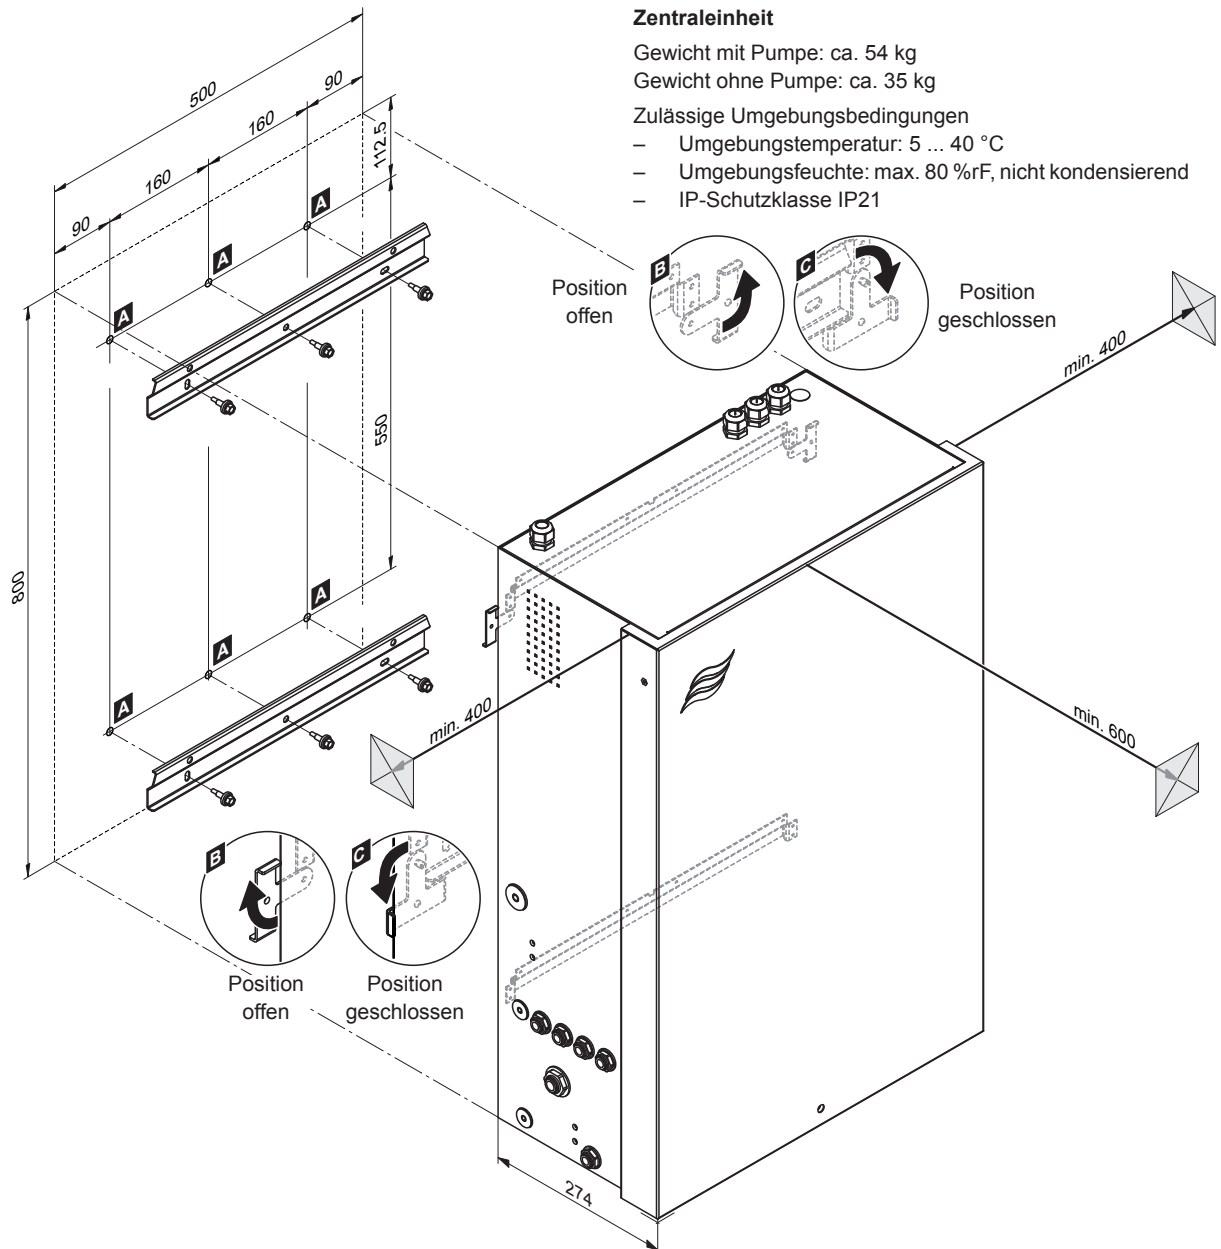

Abb. 34: Montage Zentraleinheit - Masse in mm
3. Die beiden Arretierungslaschen an der Rückwand der Zentraleinheit nach aussen drehen (geöffnete Position, siehe Detail "B" in Abb. 34).
4. Die Zentraleinheit in die Wandhalterungen einhängen. Anschliessend die beiden Arretierungslaschen an der Rückwand der Zentraleinheit nach innen drehen (geschlossene Position, siehe Detail "C" in Abb. 34), um die Zentraleinheit an der oberen Wandhalterung zu fixieren.